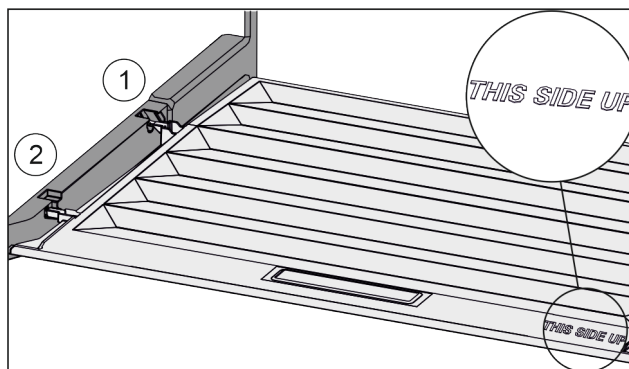

Fig. 59
- Inserire le nervature del coperchio attraverso l'apertura del supporto posteriore Fig. 59 (1) e innestare anteriormente nel supporto Fig. 59 (2).